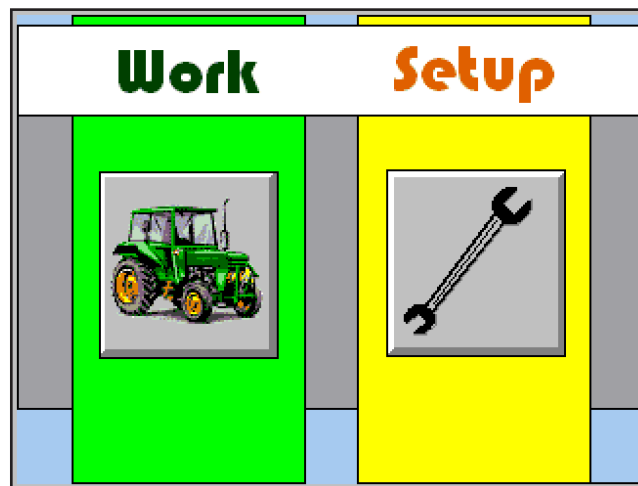

Fig. 2
- G)** Retourner au menu de sélection (**Fig. 2**).
- G)** Regresa al menú de selección de la modalidad (**Fig. 2**).
- G) Pulsante di apertura /chiusura delle zappe. Tenendo premuto il pulsante per alcuni secondi si attiva la modalità "oscillazione", ovvero la zappa viene aperta e chiusa in modo continuo ad una frequenza impostabile mediante il riquadro (H) (lo sfondo del pulsante diventa giallo). Per disattivare l'oscillazione è sufficiente premere nuovamente il pulsante.
- I) Ritorna al menu di selezione modalità (Fig. 2).